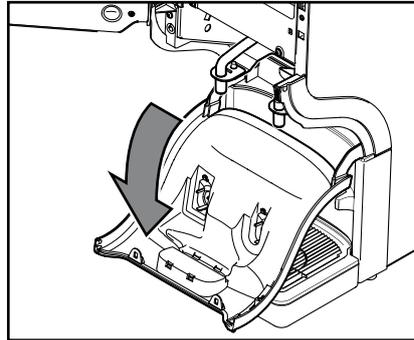

Abb. 43
- c. Ziehen Sie die Auslaufabdeckung nach unten. (Abb. 43)